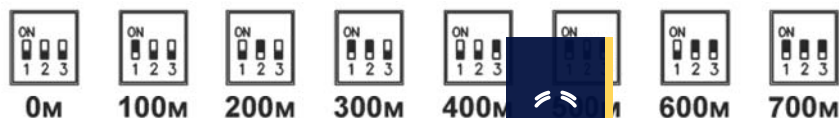
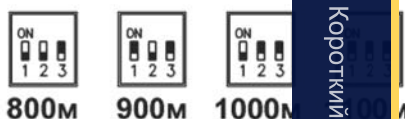
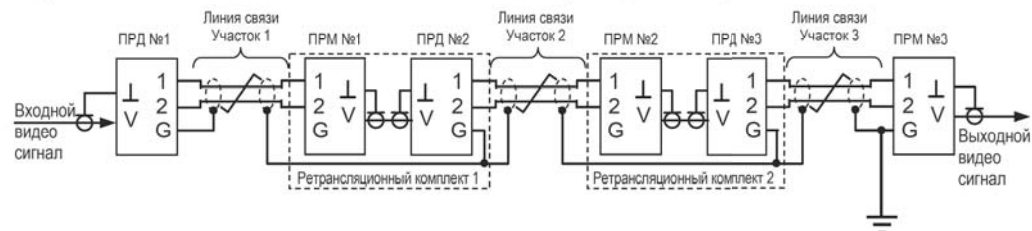

Рис.6 Выбор дальности переключателями
Рис.7 Выбор дальности переключателями
Рис.5. Схема построения линии с макс длиной 2100м при невозможности заземления на всех передающих сторонах.
2. На приёмнике «Переключателем дальности» (см. рис.1) установите дальность, на 100м больше длины линии. Выбор дальности показан на рис.6.
2. На приёмнике «Переключателем дальности» (см. рис.1) установите дальность, соответствующую длине линии в пределах 0 – 300м. Выбор дальности показан на рис.6.
2. На приёмнике «Переключателем дальности» (см. рис.7) установите дальность, соответствующую длине линии в пределах 800 – 1100м. Выбор дальности показан на рис.5.
2. На приёмнике «Переключателем дальности» (см. рис.7) установите дальность, соответствующую длине линии в пределах 0 – 700м. Выбор дальности показан на рис.6.
2. На приёмнике «Переключателем дальности» (см. рис.7) установите дальность, на 100м больше длины линии. Выбор дальности показан на рис.7.
2. На приёмнике «Переключателем дальности» (см. рис.7) установите дальность, соответствующую длине линии в пределах 0 – 300м. Выбор дальности показан на рис.6.
При невозможности заземления оборудования на всех передающих сторонах используется схема включения комплектов АПВС-5 АНД, приведенная на рис.5.
2. На приёмнике «Переключателем дальности» (см. рис.1) установите дальность, соответствующую длине линии в пределах 0 – 700м. Выбор дальности показан на рис.6.